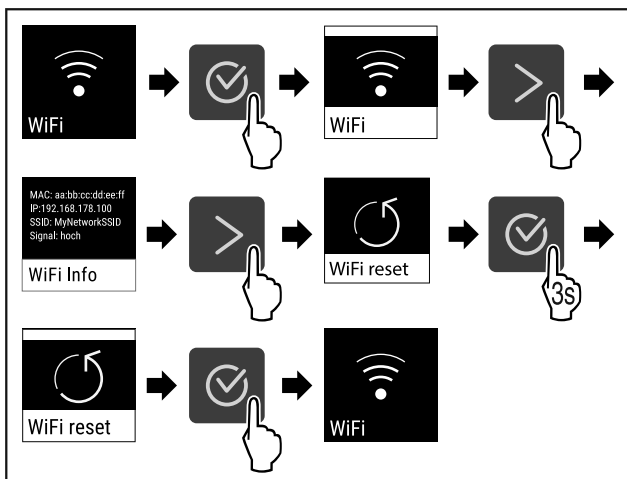

Fig. 87
- ▶ Handlungsschritte (siehe Fig. 87) durchführen.